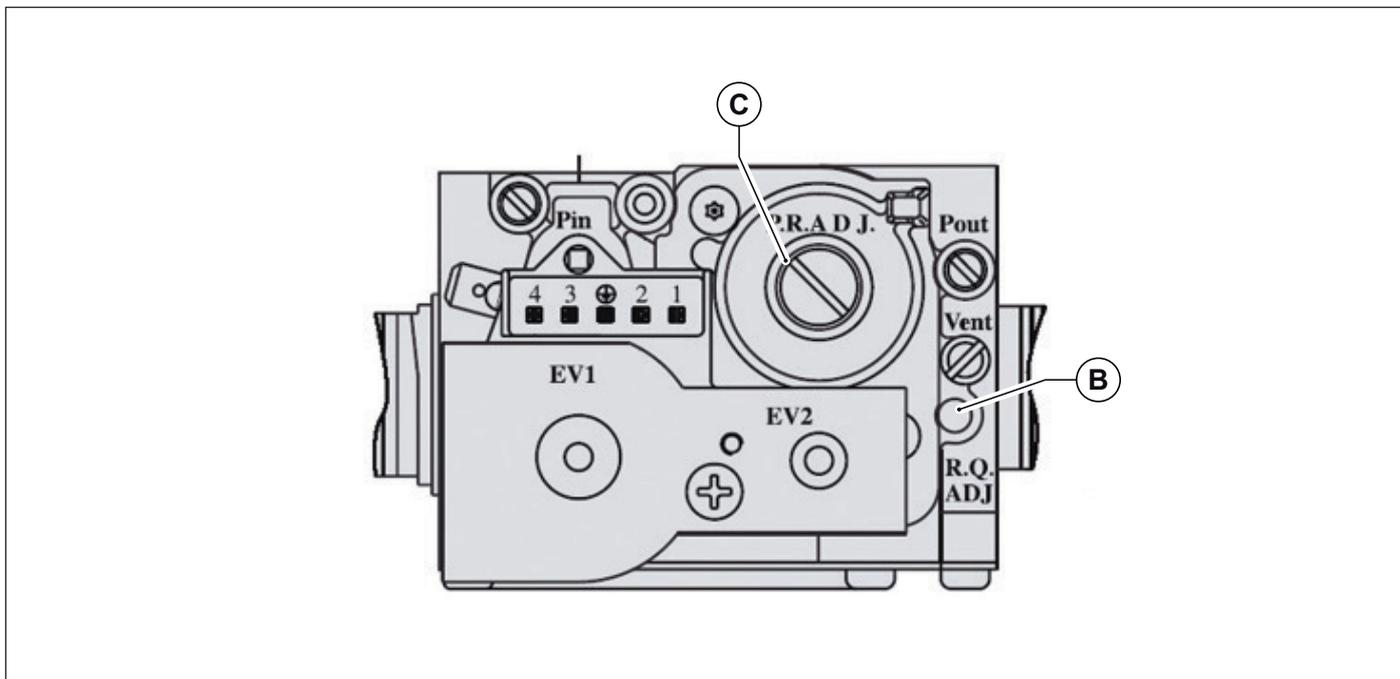

Fig. 40 Regolazione valore anidride carbonica
- Regolare il valore dell'anidride carbonica (CO₂) nei fumi ruotando il regolatore di rapporto **B** (vedi Fig. 40 Regolazione valore anidride carbonica) e assicurarsi che rientri nei limiti della Tab. 31 Valori di CO₂ nei fumi. Lasciare la caldaia in modalità spazzacamino e portarsi al passo successivo di regolazione alla potenza minima.
- Regolare il valore dell'anidride carbonica (CO₂) nei fumi ruotando il regolatore di offset **C** (vedi Fig. 40 Regolazione valore anidride carbonica) e assicurarsi che rientri nei limiti della Tab. 31 Valori di CO₂ nei fumi.